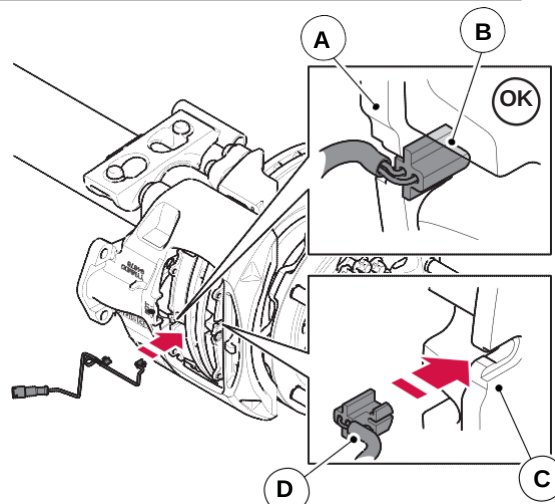

Figura 109. Encaixe do conector PWI
4. Encaixe os conectores PWI (B e D) no lugar, quando apropriado, na pastilha interna (A) e na pastilha externa (C). Consulte a figura 109.